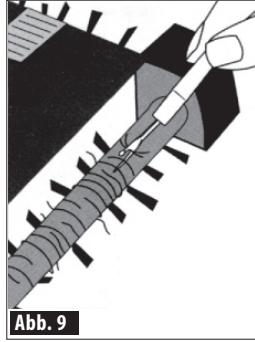

Abb. 9
4. Benutzen Sie die „Bürstenreinigungsvorrichtung“, um verwickelte Schmutzteile herauszuschneiden. Führen Sie die Klinge einfach entlang des Schaftes der „Rotierenden Reinigungsbürsten“ (siehe Abb. 9). Entsorgen Sie die Schmutzteile.